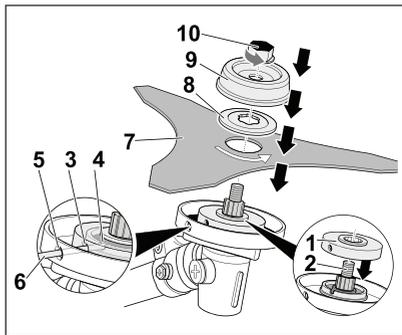

Fig. 06
- Para montar a lâmina de corte, insira o disco espaçador (1) no eixo (2), (Fig. 06).
- Em seguida use a chave Allen (6) para travar o disco (1). Insira a chave (6) no orifício (5) e a faça coincidir com o (3) e com o (4) para travar o conjunto. Em caso de alinhamento incorreto, não é possível proceder à montagem.
- Com o conjunto travado, insira no eixo (2) a lâmina de corte (7), a arruela de espaçamento (8), o protetor (9) e fixe com a porca (10), apertando no sentido anti-horário. Antes de apertar totalmente a porca, verifique se todas as peças estão devidamente encaixadas.
- Remova a chave (6) do conjunto, e a roçadeira estará pronta para ser usada com a lâmina de corte.